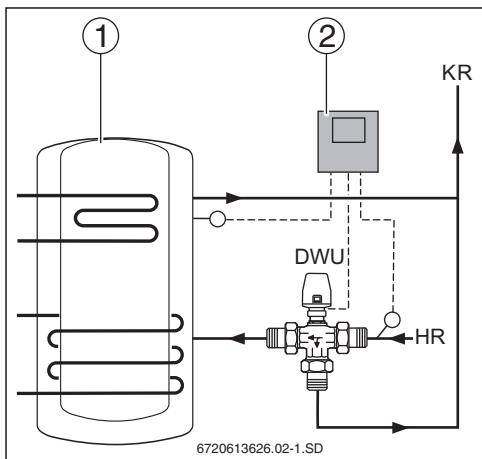

Fig. 7 Aumento da temperatura de retorno
- Instalar a válvula de 3 vias no tubo de retorno entre o termoacumulador intermédio ou termoacumulador combinado (→ fig. 7, pos. 1) e a caldeira de aquecimento, conforme a seguinte tabela.